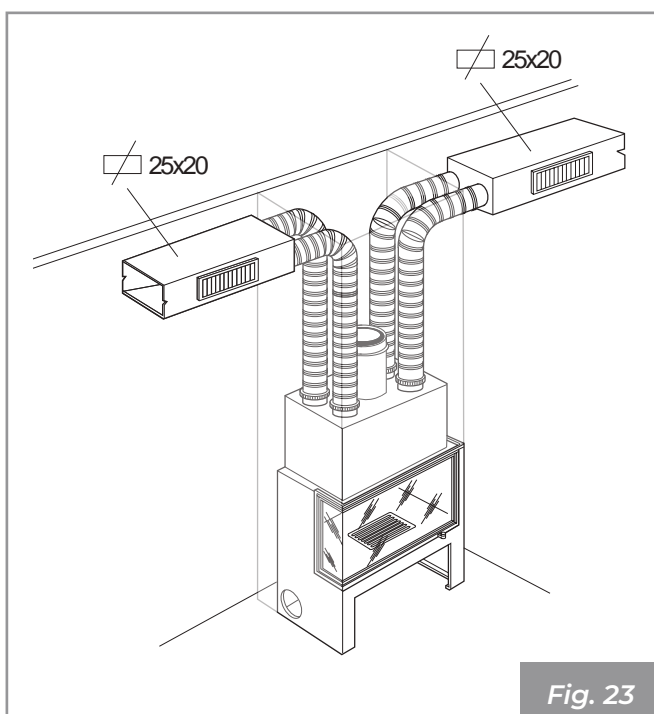

Fig. 23
- Tubo liscio metallico - lunghezza fino a 14 m su doppio condotto (Fig. 23).